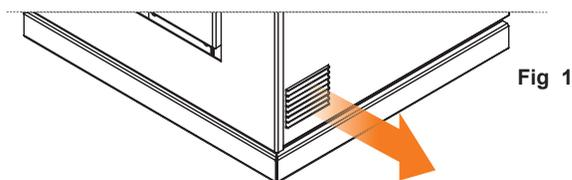

Fig 1
- Accrocher les dents du cadre dans le trous appropriés (Fig. 1).
Le poêle, sur les modèles prévus pour la canalisation, est équipé de 2 ventilateurs centrifuges adaptés pour canaliser l'air dans des environnements limitrophes. De série, l'air sort des grilles placées sur les côtés avec un flux d'air de 45° par rapport à la partie frontale. (Fig. 1)